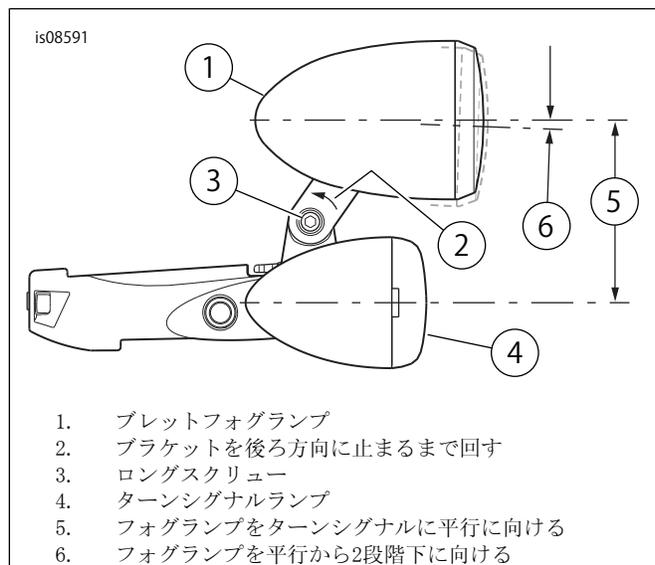

図3. フォグランプのアライメント
「図3」を参照してください。マウントスクリーフへは手が届きにくいいため、フォグランプ(1)は最終取り付け前に調整する必要があります。
6. フォグランプブラケット(3)、ロングスクリュー(8)、一般的な1/4-20ナット(10、非付属品)を用意します。スクリューとナットを使ってブラケットをスタンドオフに仮組み付けします。フォグランプブラケットを後方に向かって止まるまで回します(「図3」、アイテム2を参照してください)。スクリューとナットを十分に締め付けて位置を固定します。
9. 「図3」を参照してください。フォグランプ(1)がターンシグナルランプ(4)に平行になるように調整します。フォグランプキットの手順に従って、フォグランプスクリューを締め付けます。